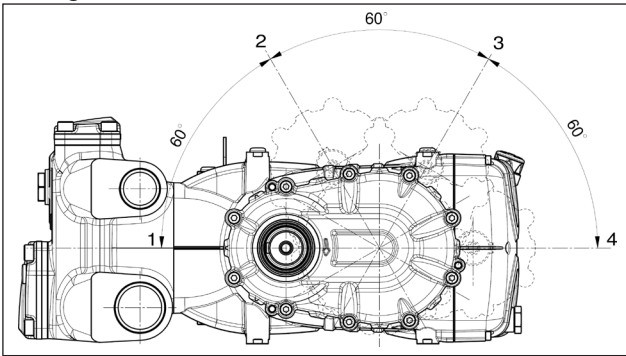

Abb. 6
~ 4,8 Liter für Version mit Getriebe in Pos. ① und ④ (Abb. 6).
Sie können darüber hinaus das Getriebe in 4 Baupositionen anbringen, siehe Abb. 6.